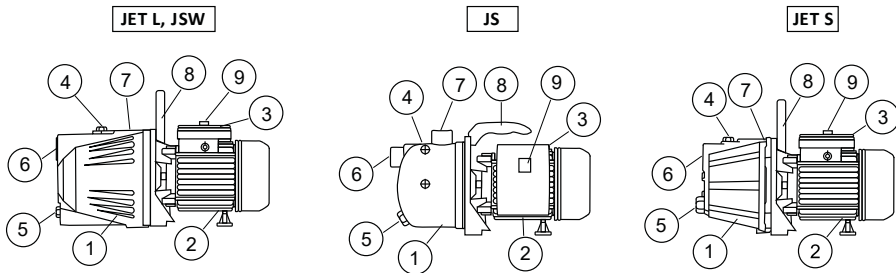

Рисунок 1 - Общее устройство насосов
- Отверните пробку заливного отверстия (поз 4, рисунок 1).